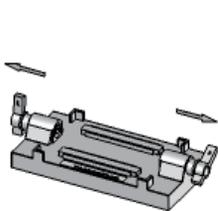
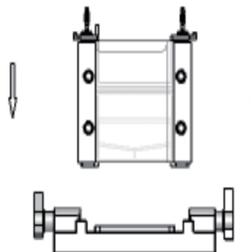
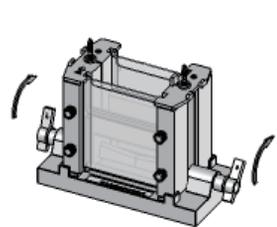

图4.将制胶架凸轮往两边拉开
图5.本体放入制胶架
图6.插入并旋紧凸轮
- 将斜凸轮制胶器往两边拉开（图4），将本体放入制胶器中（图5），插入并旋紧凸轮使其玻板底部压紧密封胶架的密封胶条（图6），即可灌胶。